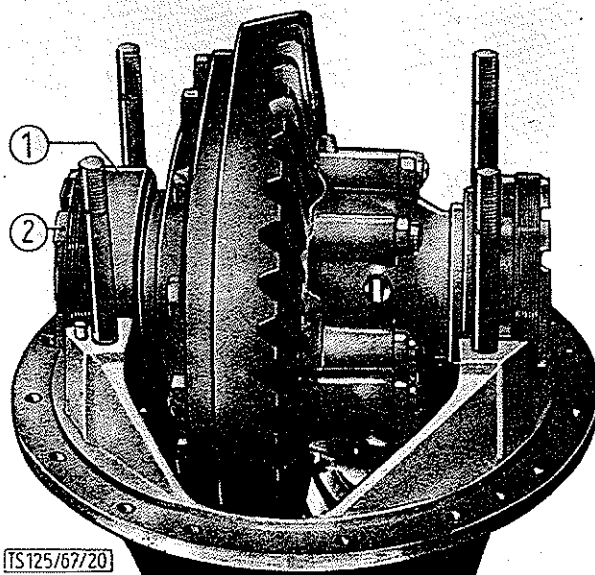

BILD 31:
3. Das zusammengebaute Ausgleichgehäuse in das Hinterachsgehäuse einbauen (Bild 31). Den rechten Gewinding nachsetzen und beide Gewinderinge drehen, bis sie richtig in die Gewindegänge eingreifen.